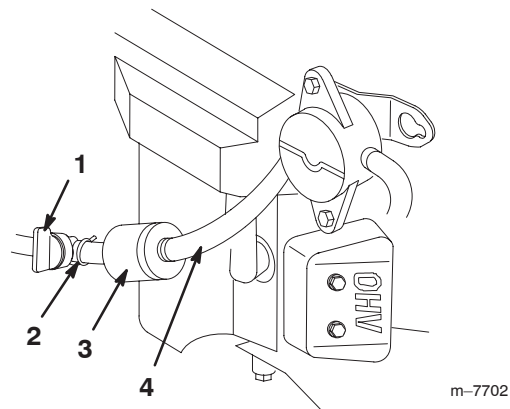

Figure 36
5. Fermez le robinet d'essence (Fig. 36).
6. Pincez les extrémités des colliers et faites glisser ceux-ci pour les éloigner du filtre (Fig. 36).
8. Posez un filtre neuf et rapprochez les colliers de fixation du filtre (Fig. 36).
3. Fermez le robinet d'essence (Fig. 36).
4. Desserrez le collier de serrage au niveau du filtre à carburant et repoussez-le le long de la conduite d'alimentation pour l'éloigner du filtre (Fig. 36).
5. Débranchez les conduites d'alimentation du filtre à carburant (Fig. 36).
**Remarque :** Laissez l'essence s'écouler dans un bidon ou un bac de vidange (Fig. 36).
7. Raccordez la conduite d'alimentation au filtre. Rapprochez le collier de serrage du filtre pour fixer la conduite d'alimentation (Fig. 36).